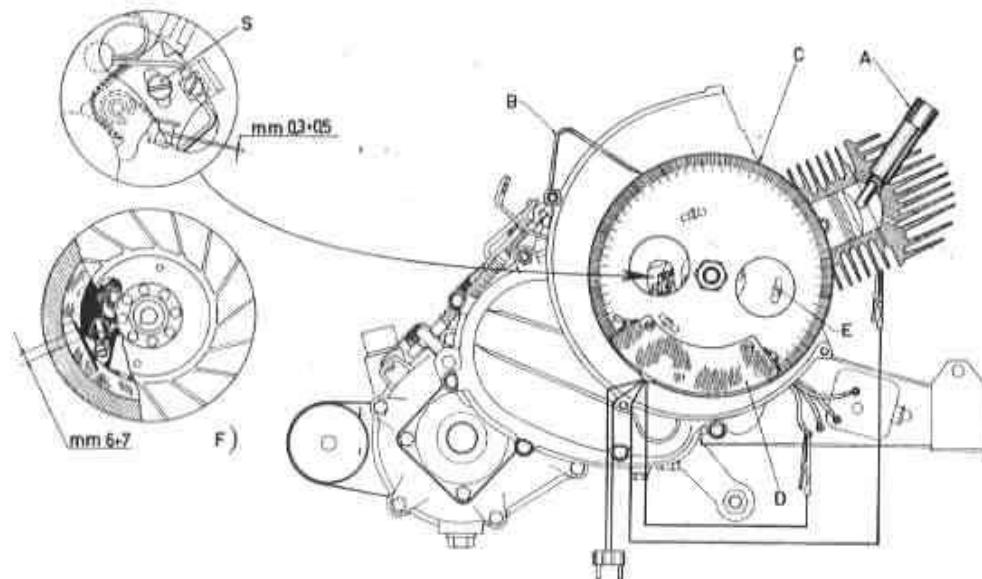

Fig. 66
- b) - Ruotare il supporto bobine in modo da far assumere alla bobina per A.T. la posizione indicata nel dettaglio della fig. 66.
- 5) - Agire attraverso le aste del rotore e spostare il supporto bobine in modo che l'estremità della bobina per A. T. disti dall'espansione polare, illustrata, fig. 66, della misura indicata.
- 7) - Con una sonda, eseguire il controllo dell'apertura massima delle puntine del ruttore; se questa rientra nel campo $0.3+0.5$ mm. bloccare le viti di fissaggio dello starter; in caso contrario spostare lo statore, come indicato al punto 5, entro il campo di fasatura illustrato nel dettaglio di fig. 66; ripristinare quindi l'inizio dell'apertura puntine sul punto di anticipo accensione e ricontrollarne l'apertura.
- N. B. - Per il controllo della fasatura può essere anche usato l'apparecchio T. 0023278, analogo a quello dis. T. 0027533 illustrato in fig. 66 ma funzionante in c. c. alla tensione di 4 V.